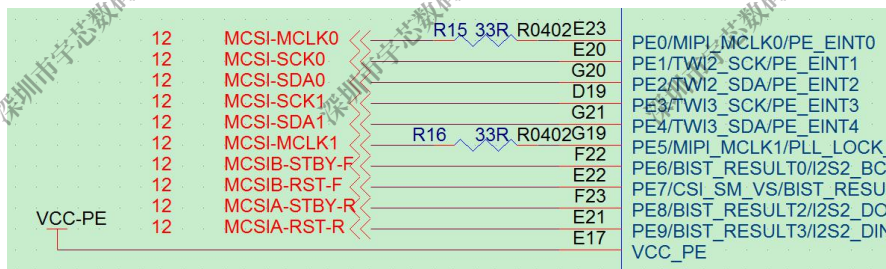

图 2-60 MCLK 电路设计
- MCLK 建议靠近座子端预留 NC 电容，靠近 SOC 端串接 33R 电阻。如图 2-60。